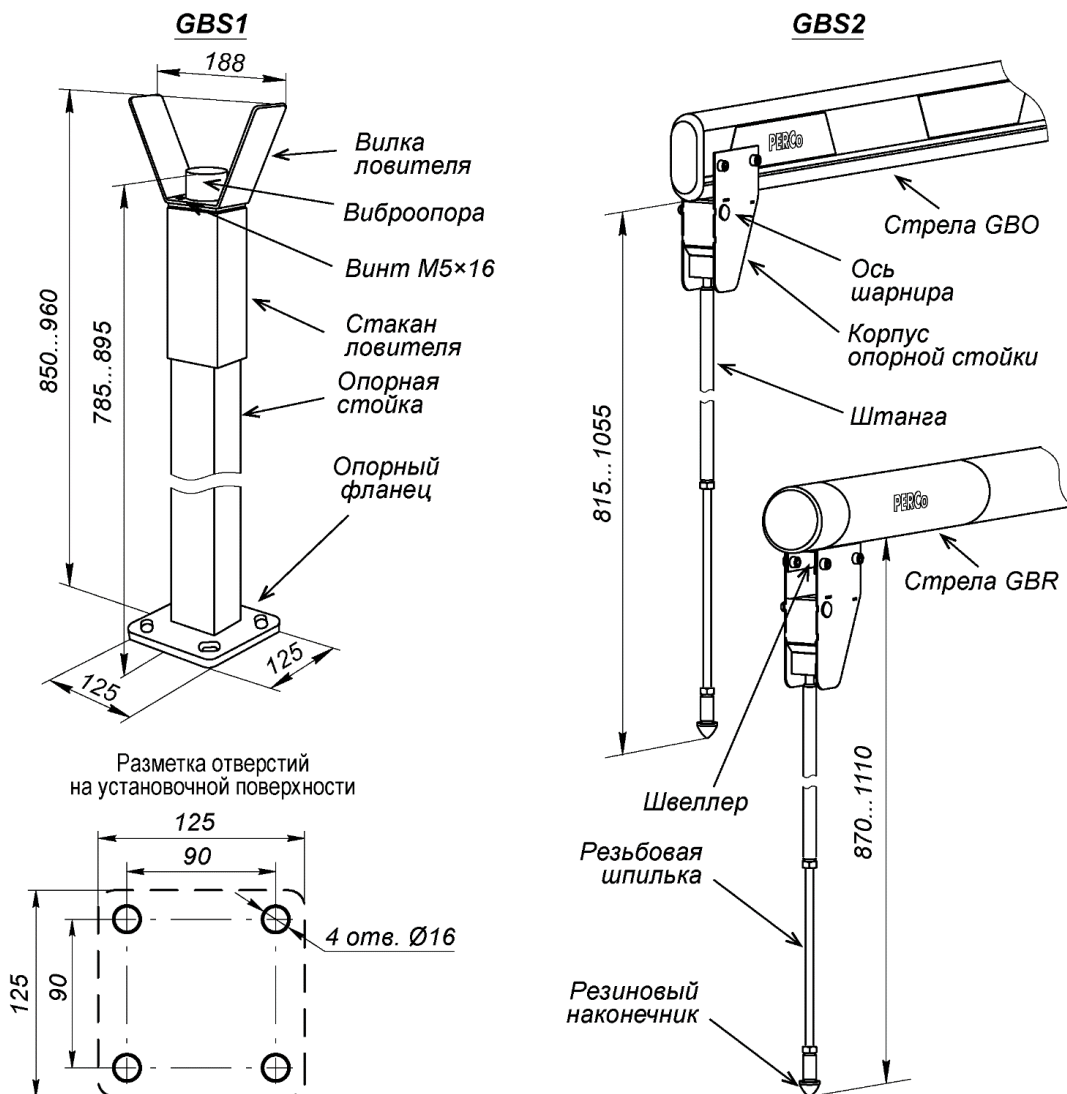

Рисунок 16. Внешний вид опорных стоек **PERCo-GBS1** и **PERCo-GBS2**
Опорная стойка **PERCo-GBS1** состоит из стойки прямоугольного сечения с опорным фланцем и ловителя стрелы (см. рис. 16).
1. Выполните в установочной поверхности отверстия в соответствии с разметкой (см. рис. 16). Ось опорной стойки должна совпадать с продольной осью стрелы шлагбаума (обращаем внимание, не с осью стойки шлагбаума!, см. рис. 7). Размер отверстий на схеме указан для анкеров типа PFG IH10 («SORMAT»), при использовании других типов анкеров необходимо выполнять отверстия соответствующих им диаметра и глубины.
Вместо стационарной стойки **PERCo-GBS1** можно использовать подвесную опорную стойку **PERCo-GBS2**, которая крепится непосредственно на стреле шлагбаума (см. рис. 16). В вертикальном положении стрелы подвесная стойка складывается под собственным весом. На круглой стреле **PERCo-GBR** необходимо предварительно закрепить на заклепках монтажный швеллер из комплекта поставки опорной стойки (см. Инструкцию по монтажу из комплекта подвесной стойки), на который затем монтируется корпус опорной стойки.